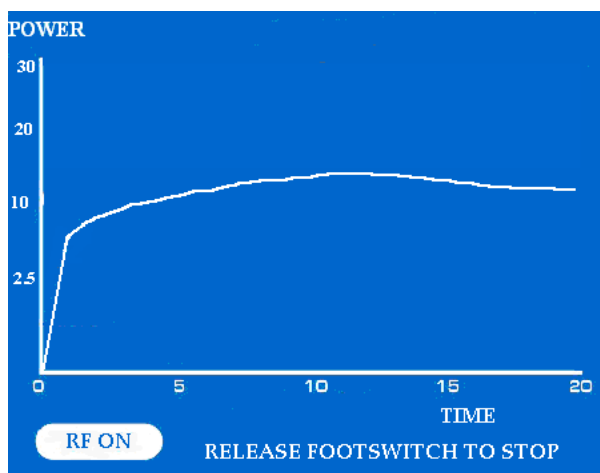

Figura 11: Reprezentarea grafică a puterii (stilourile Isolator) indicând modul RF ON (acoperire neafișată)
- i. Graficul în timp real al puterii măsurate furnizate la țesut este afișat pe ecranul grafic LCD cu o toleranță de $\pm 20\%$. Graficul puterii este trasat pe o scară de 20 de secunde (a se vedea **Figura 11**).
- ii. Sistemul se va opri automat și va opri ablația dacă utilizatorul nu eliberează comutatorul acționat cu piciorul în 40 de secunde (a se vedea **Figura 11**).